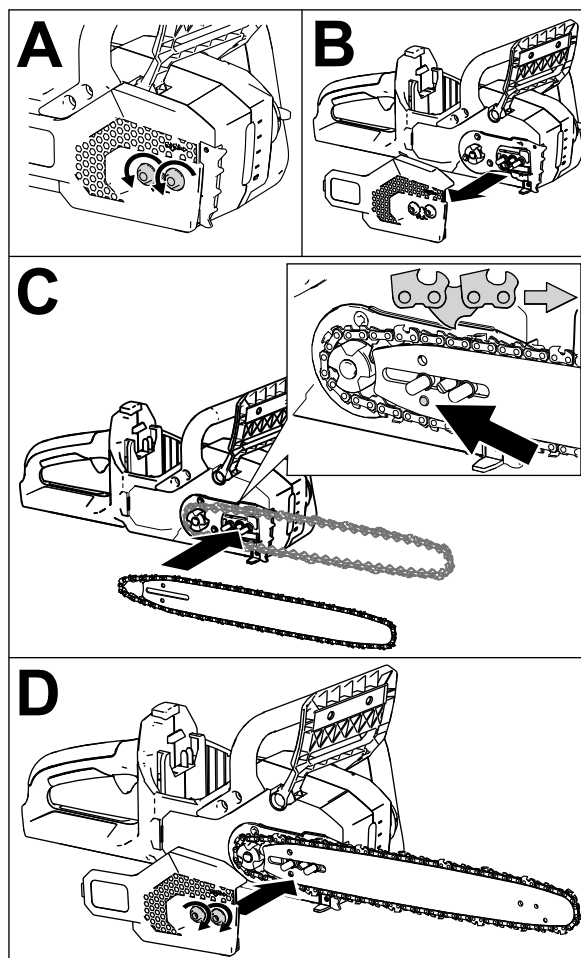

Figura 34
4. Posicione el bucle abierto de la cadena (que no está montado en la espada) alrededor del piñón de arrastre de la motosierra, e instale la espada con la cadena acoplada en la motosierra, como se muestra en la Figura 34.